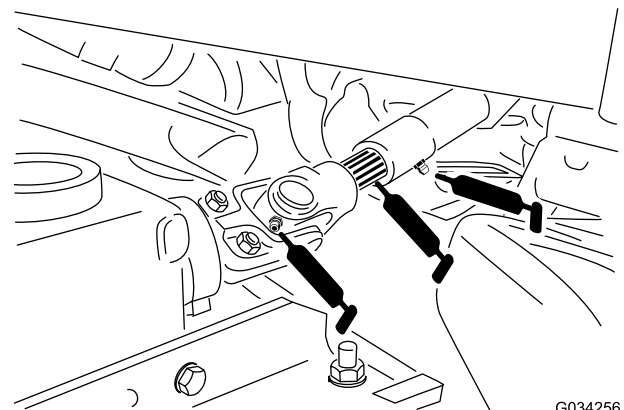

Figura 39
- albero universale della PDF (Figura 39)